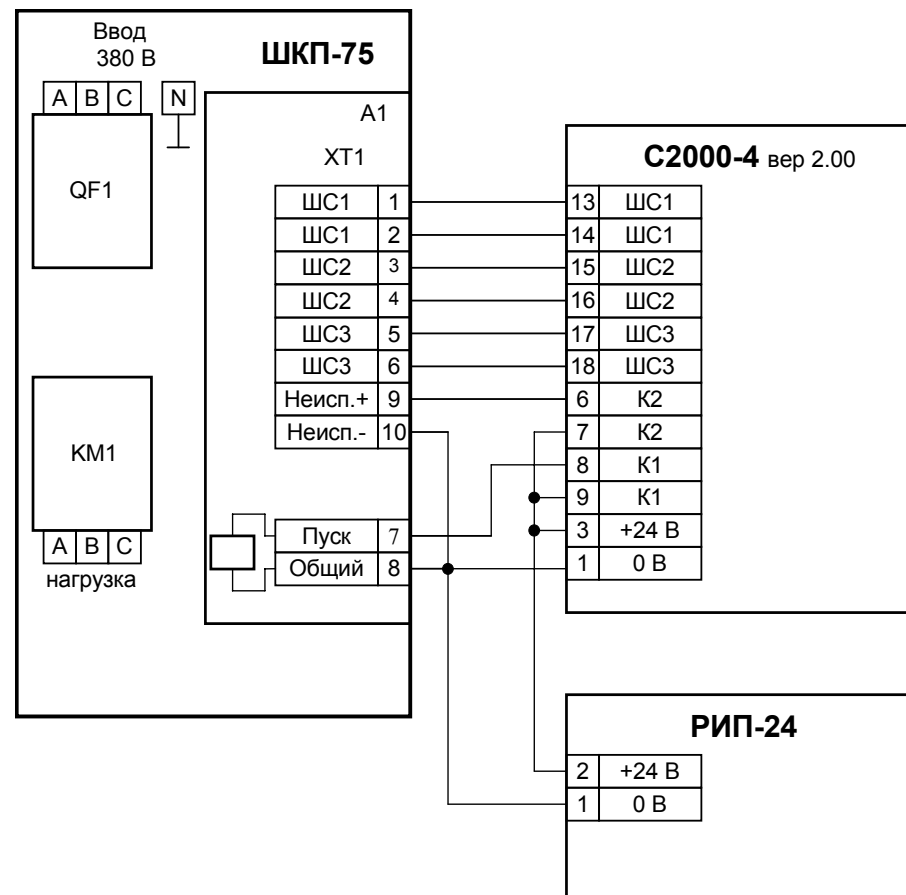

Рисунок 2 Пример подключения шкафа «ШКП-75» к прибору «С2000-4»
- 3) Подключить к шкафу провода питающего сетевого напряжения, цепей нагрузки и контроля состояния согласно схеме электрической рис. 2.